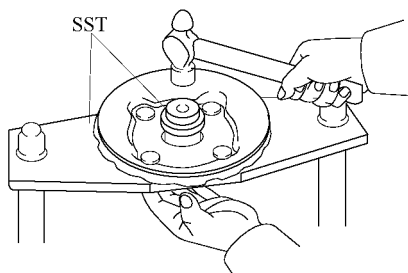

图 15-35 从后壳体上拆下壳体密封件
(2) 从后壳体上拆下保护罩。
(3) 从后壳体上拆下膜片部件。
(4) 从后壳体上拆下壳体密封件。使用制动加力器修理和油封拆卸工具拆下壳体密封件，如图 15-35 所示。